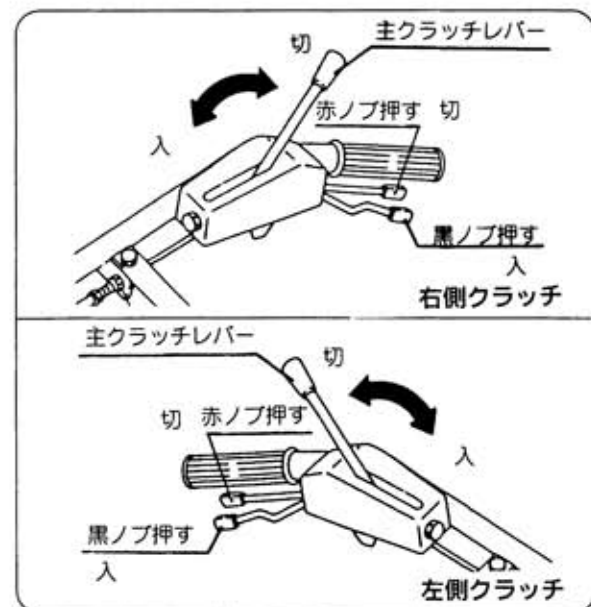

図38
- ② 本機（ティラー）の主クラッチレバーを「入」位置にします。(図38)